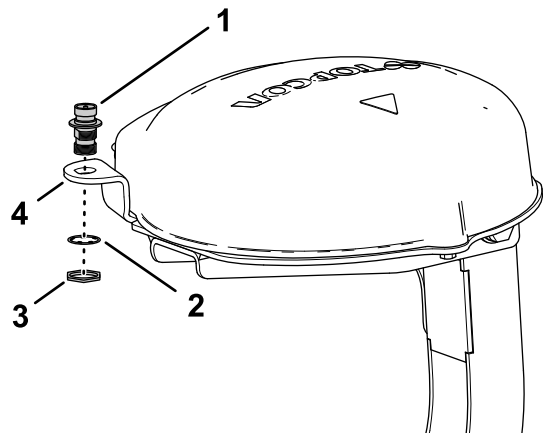

图 156
1. 让同轴耦合器穿过 RTK 天线法兰上的开口耦合器的隔板螺纹向下图 156。
2. 使用锁紧垫圈和锁紧螺母将同轴耦合器安装到接收器底板的法兰上并用手拧紧锁紧螺母图 156。